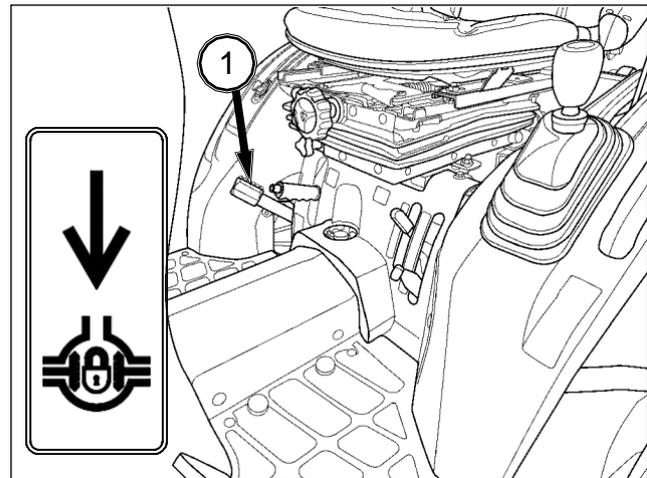

FIG. 57
FIG. 57: Cuando se pisa el pedal de bloqueo del diferencial (1), los dos ejes traseros se bloquean para garantizar una tracción idéntica en las dos ruedas traseras. Esto es especialmente importante si trabaja sobre un terreno blando o resbaladizo.